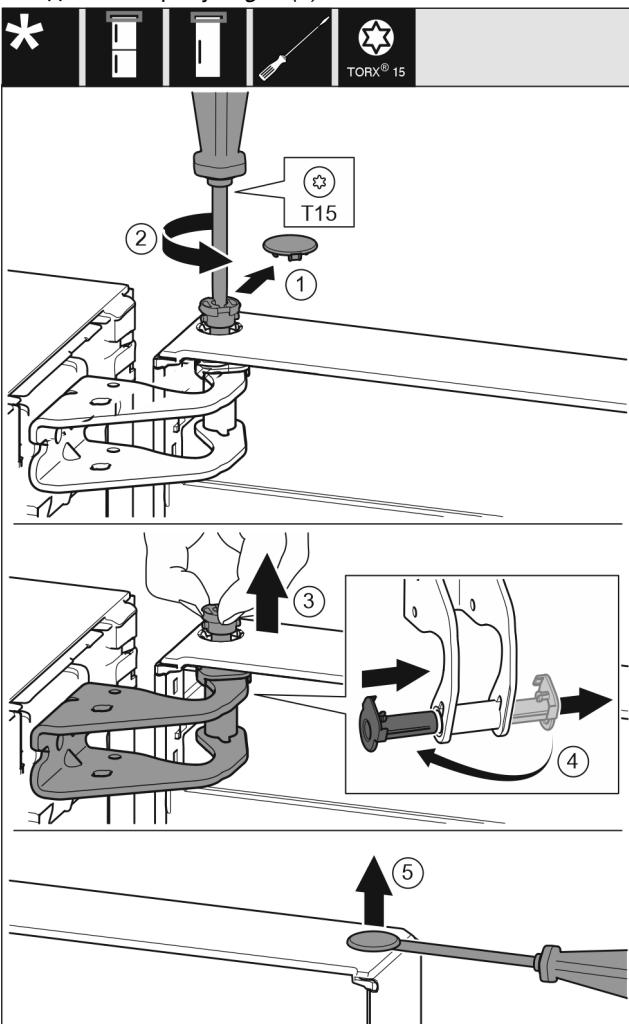

Fig. 9
► Осторожно снимите предохранительную крышку. Fig. 9 (1)
► Немного выкрутите палец отверткой T15. Fig. 9 (2)
► Удерживая дверь, извлеките палец вручную. Fig. 9 (3)
► Опорную втулку вытяните из направляющей. Установите и зафиксируйте с другой стороны. Fig. 9 (4)
► Осторожно приподнимите и извлеките при помощи шлицевой отвертки заглушку из опорной втулки двери. Fig. 9 (5)